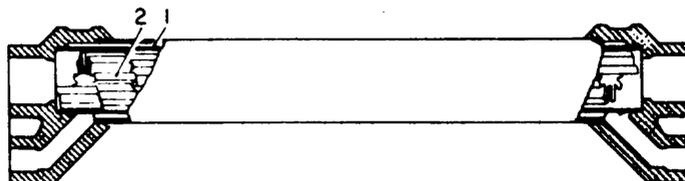

Fig. 2
El intercambiador se fabrica de latón o cobre, tiene dimensiones muy pequeñas comparadas con su capacidad de transmisión de calor. El espacio exterior en espiral (1) guía el líquido refrigerante caliente a lo largo de toda la superficie de transmisión de calor y evita la condensación en el recubrimiento exterior. Las secciones de aletas interiores (2) dan origen a un flujo turbulento de vapor refrigerante. La transmisión de calor del líquido para el vapor se produce en forma muy eficaz, y al mismo tiempo la pérdida de presión se mantiene a un nivel razonable (fig. 2).